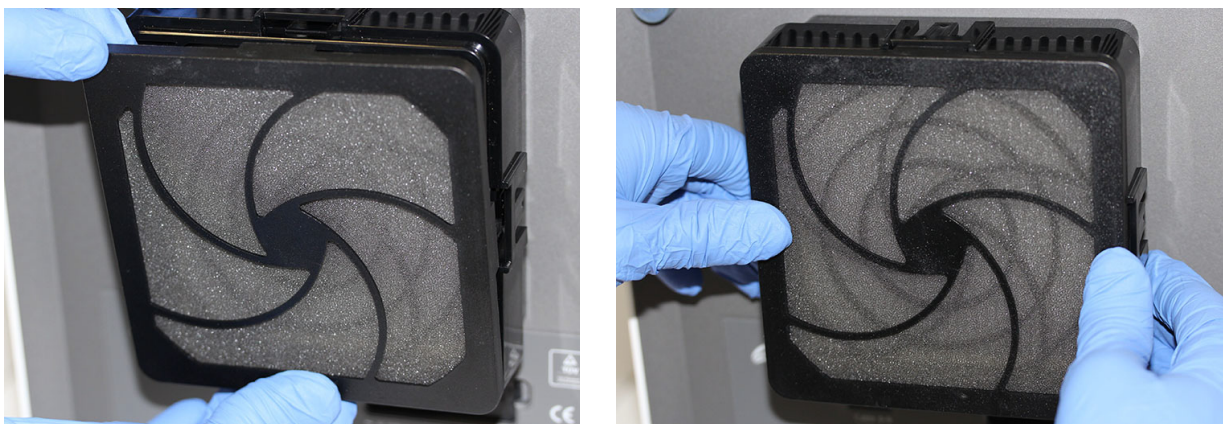

Figura 9-31. Sostituzione del prefiltro e della relativa griglia di sostegno
4. Posizionare il gruppo così montato, costituito dal prefiltro e dalla relativa griglia di sostegno, sulla parte superiore della griglia di sostegno del filtro HE spingendo con le dita sopra, sotto e ai lati, in modo da agganciare saldamente la griglia. Vedere la Figura 9-31.